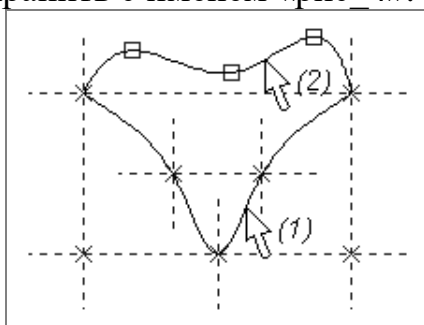

Рисунок 16 – Порядок построения изображения
2.4.7 Создайте изображение кривых. Порядок построения: вызвать команду «», установить режим связного рисования «». Чтобы вычертить сплайновую кривую, необходимо указать на нее курсором (рисунок 16).